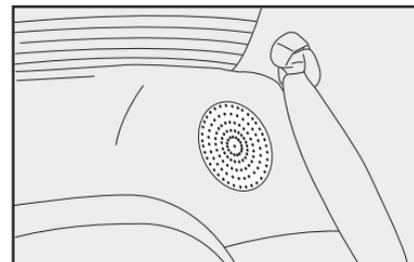
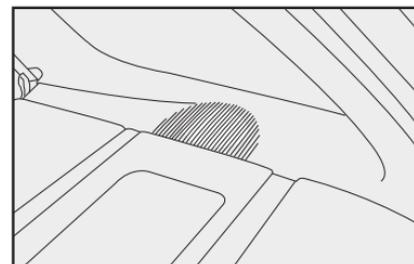

fig. 155
fig. 156
- Altoparlantes traseros **fig. 155** (Sienna) y **fig. 156** (Palio Weekend).